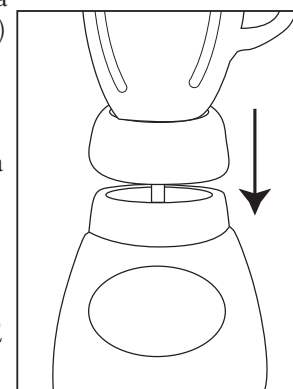

FIGURA 5
- Coloque el vaso ensamblado sobre la base. (Figura 5)